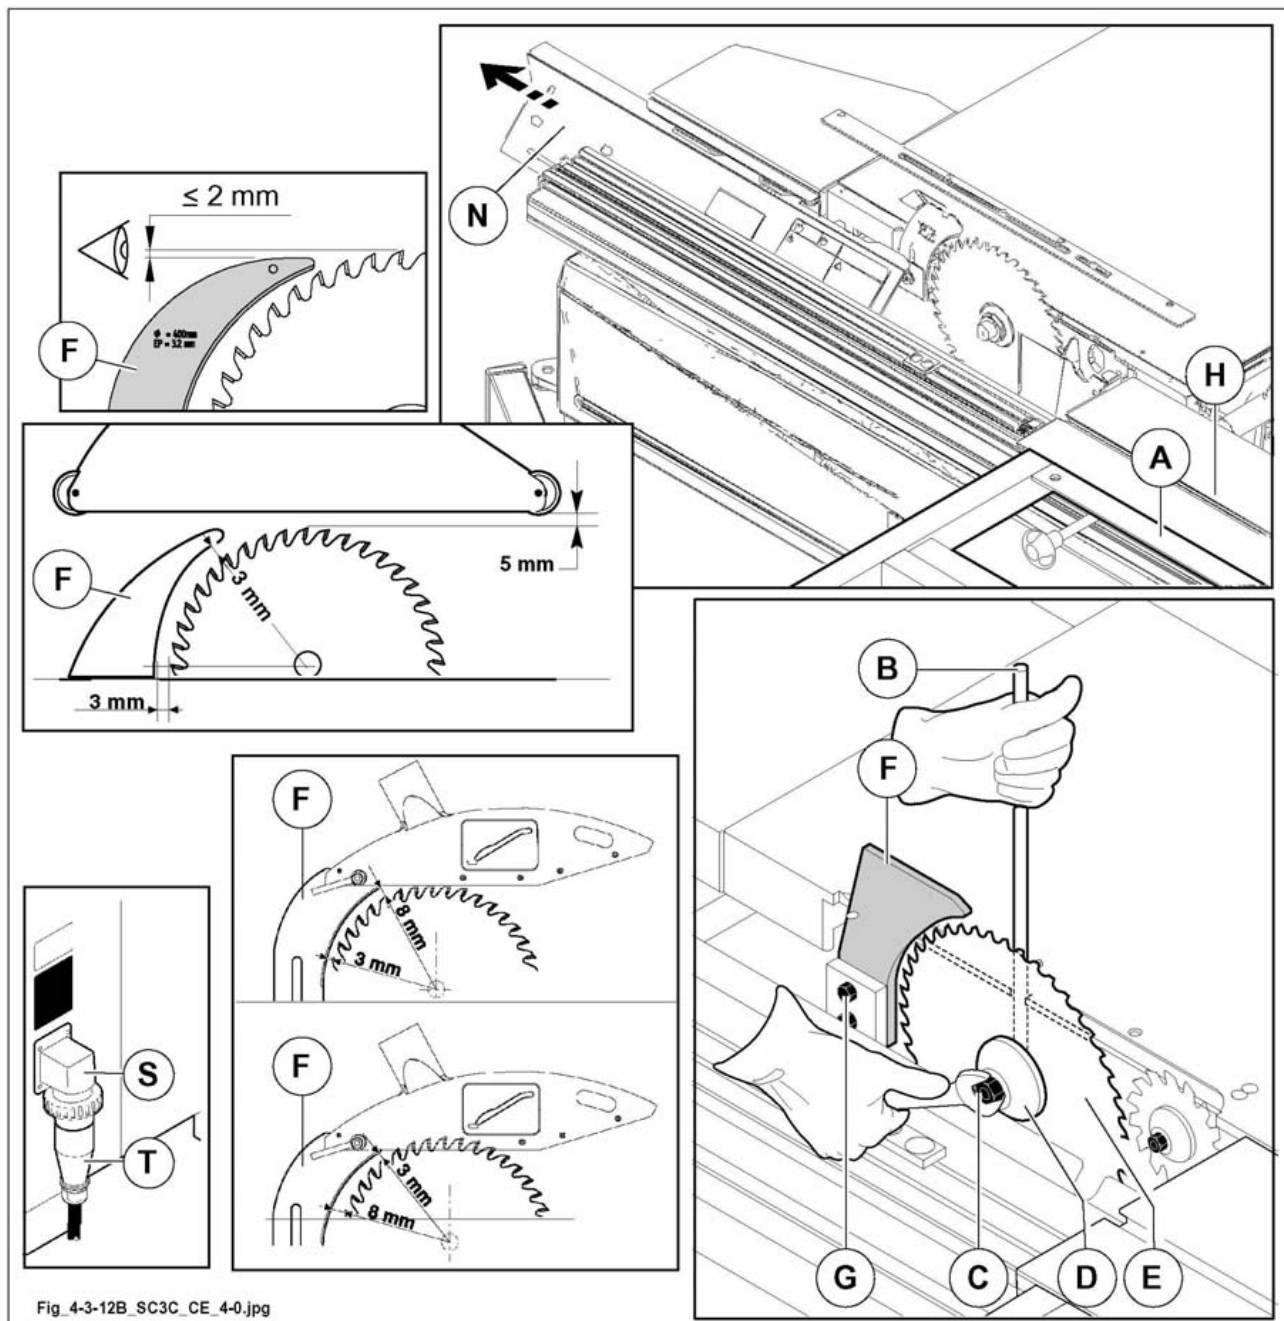

Abb. 4.3-41
- 2) Positionieren Sie den Winkelrahmen (A Abb.4.3-41) wie in der Abbildung gezeigt wird und schieben Sie den Waggonschlitten (H Abb.4.3-41) ganz nach rechts.
- 3) Öffnen Sie die Schutzvorrichtung (N Abb.4.3-41).
- 4) Den Bolzen (B Abb.4.3-41) in das Loch auf der Riemenscheibe der Sägenwelle einsetzen.
das Anlassen des Sägemotors wird durch einen Endschalter verhindert wenn Schutzdeckel (N Abb. 4.3-41) offen ist.
die Feststellmutter (C Abb. 4.3-41) des Sägeblattes hat ein linksgängiges Gewinde und ist zum Herausschrauben nach rechts zu drehen.
- 5) Die Feststellmutter (C Abb. 4.3-41) mit dem 24-mm-Inbusschlüssel lösen und den Flansch (D Abb. 4.3-41) entfernen.
- 6) Montieren Sie hintereinander folgende Teile: Säge (E Abb. 4.3-41), Flansch (D Abb. 4.3-41) Mutter (C Abb. 4.3-41) (zur Vermeidung von Vibrationen sind die Flansche vor Montage des Sägeblattes gründlich zu säubern).
- 7) Die Mutter mit dem 24-mm-Schlüssel unter Verwendung des Zapfens (B Abb. 4.3-41) anziehen.
- 8) Die Höheneinstellung des Zerteilmessers (F Abb. 4.3-41) durch lockern der Mutterschraube (G Abb. 4.3-41) einstellen.
aus Sicherheitsgründen Schutzdeckel (N Abb. 4.3-41) schliessen, andernfalls: